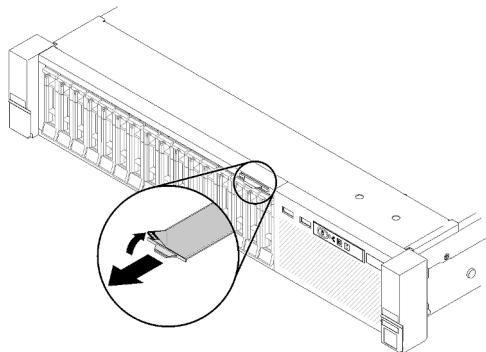

*Figura 3. Posizione del tipo di macchina, del modello e del numero di serie*
**Figura 3 "Posizione del tipo di macchina, del modello e del numero di serie" a pagina 13** mostra la posizione dell'etichetta in cui sono riportati il tipo di macchina, il modello e il numero di serie.